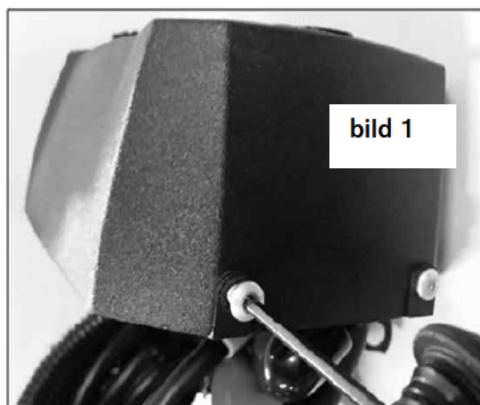

bild 1
1. Lossa bultarna i kontrollenhetens hölje. Ta loss höljet försiktigt. Fjärrkontrollkontaktens sladdar sitter fast i höljet (bild 1+2).